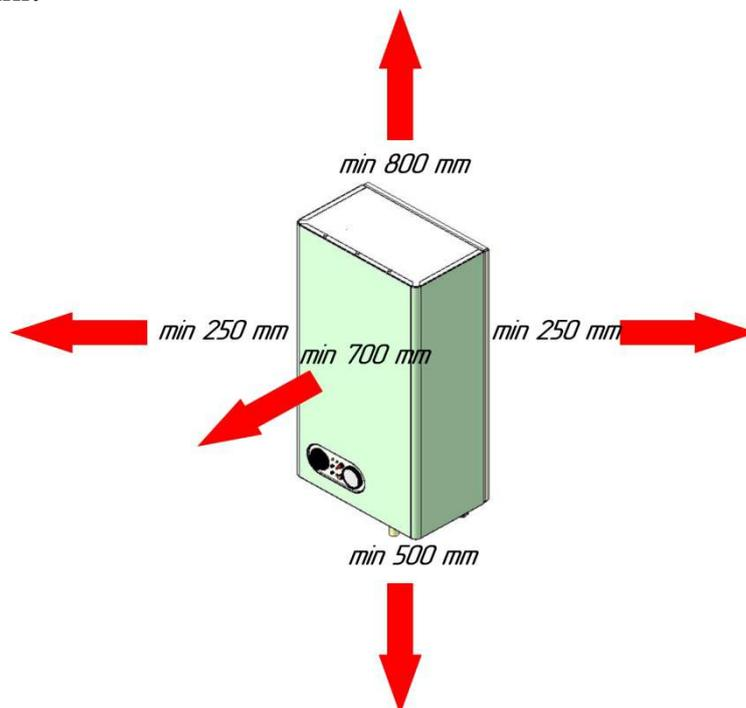

Рис. 1 Минимальные расстояния между котлом и стеной
- 8) устанавливать котел впритык к стенам котельного помещения (рис. 1);
5.2. Место установки котла определяется проектом. Для котла необходимо выбрать такое место для установки, чтобы был обеспечен достаточный доступ при обслуживании или сервисном осмотре. Минимальное расстояние между котлом и стеной приведено на рис. 1.